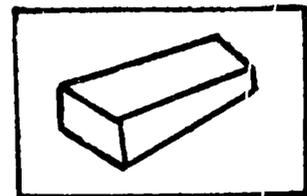

Fig. 19 - Ahusado lateral
(1) Arregle la quebradura lateral moviendo los perno. (ver parrafo 54). Generalmente solo es necesario ajustar el perno inferior hacia el lado en que ocurre la quebradura.
(2) Arregle la quebradura en el extremo moviendo el perno ajustable inferior hacia adentro contra el pistón (ver parrafo 55).
59. Ahusado lateral. (Ver Fig. 19.) Ahusado lateral (un extremo del bloque más grueso que el otro) esta causado por la inclinación del extremo superior del pistón hacia el extremo grueso del bloque. Para corregir esto, mueva los extremos inferiores de las guías hacia el extremo grueso, y mueva los extremos superiores hacia el extremo más delgado del bloque, acertando que el pistón quede en el centro de la maquina y que están paralelas las guías.